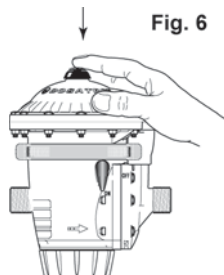

Fig. 6
- Pressionar o botão de purga de ar no topo da tampa (**Fig. 6**).